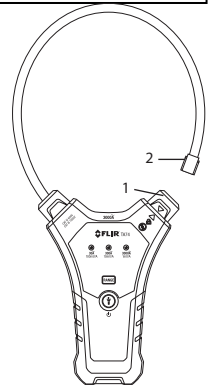

Fig. 5-2 Verrouillage des mâchoires de la pince
5. Tournez le mécanisme de verrouillage de la pince (1) dans le sens contraire des aiguilles d'une montre pour dégager la pince (2). Veuillez vous référer à la Fig. 5-2.
7. Fixez la pointe de la bobine de la pince flexible (2) au verrouillage (1), puis verrouillez-la en place en tournant le verrouillage de la pince dans le sens des aiguilles d'une montre. Veuillez vous référer à la Fig. 5-2.